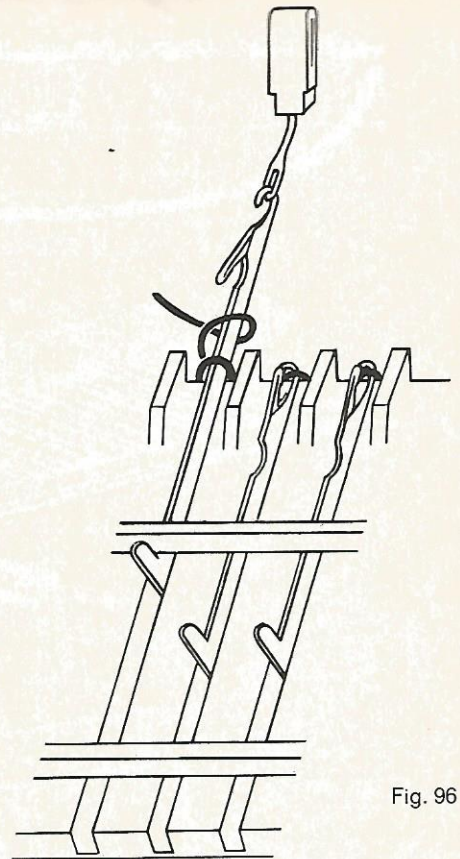
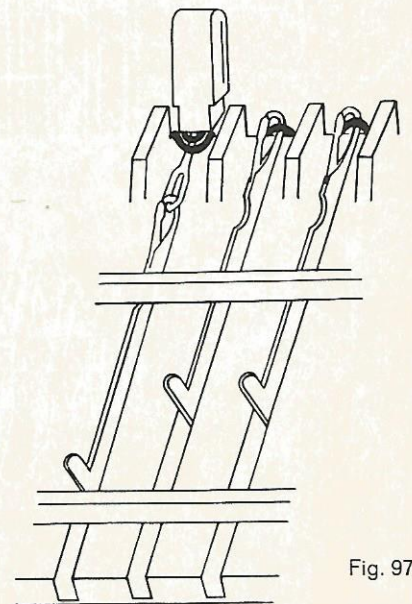
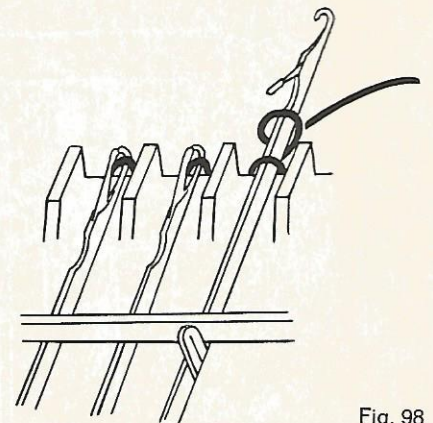

Fig. 96
Fig. 97
Fig. 98
Talon: Chariot à gauche $\frac{G}{N}$, abaisseurs noirs, manivelle en bas, le talon est tricoté sur la fonture avant. Reculer hors de travail aiguille par aiguille du côté du chariot, avant chaque rangée: accrocher le chas-talon et retourner l'aiguille en position 0 selon fig. 96 à 98.
Successivement, avant chaque rang, mettre 1 aiguille en position zéro, du côté du chariot: d'abord, avancer à gauche l'aiguille extérieure, placer la laine (avec chas-talon) autour de l'aiguille selon fig. 96, enclencher le chas-talon, fig. 96 et pousser jusqu'à ce que l'aiguille soit en position zéro, fig. 97. Tricoter 1 rang et répéter à droite, mettre la laine autour du corps de l'aiguille selon fig. 98. Tricoter 1 rang et continuer ainsi jusqu'à ce que environ $\frac{1}{3}$ des aiguilles (16) soient en position-travail.